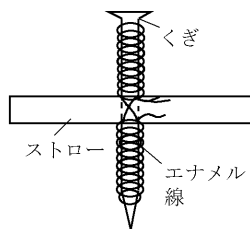

図1 回転部
(1) ストローの中央に千枚通しで穴をあけ、鉄くぎを通す（図1）。
両端を2 cm程度残し、紙やすりでエナメルをはがす（図1）。